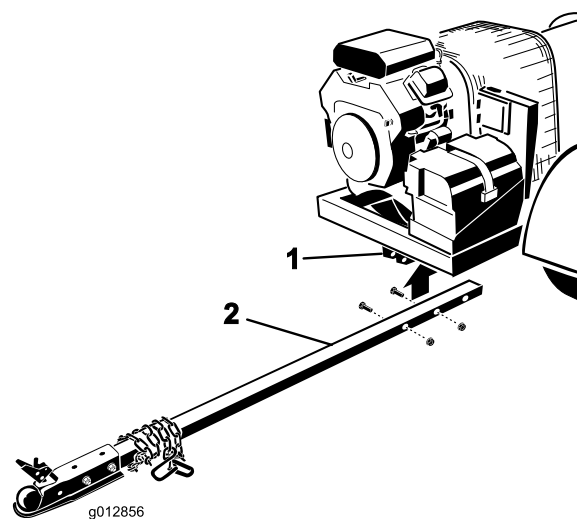

Figura 9
2. Introduza o tubo de engate nos suportes do chassi (Figura 9). Fixe o tudo ao chassi com 2 parafusos (3/8 x 3 pol.) e porcas flangeadas (3/8 polegada).